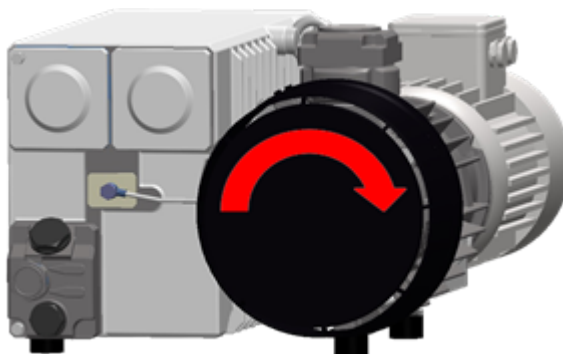

Figura 6: Dirección de rotación de la bomba de vacío
5. Compruebe que la dirección de rotación de la bomba del modelo de tres fases es correcta. Consulte *Figura 6: Dirección de rotación de la bomba de vacío* en la página 24.